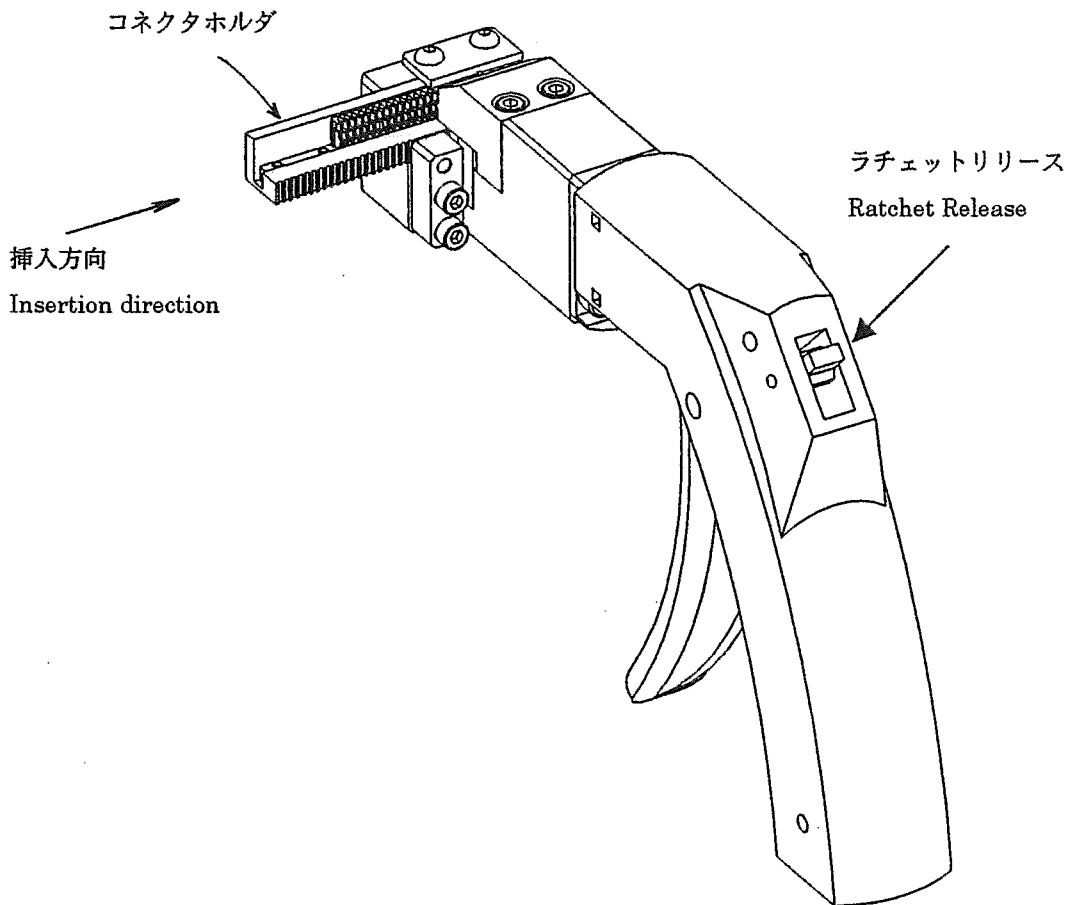

Fig.4
3) コネクタホルダをヘッドアセンブリにセットして下さい。Fig.4 矢印方向に差し込み、ワイヤセット溝とコネクタの右端が一致するまで送って下さい。送りすぎた場合は矢印方向に一度抜いてから差し込み直して下さい。
3) Set the connector holder to the head assy. Insert the holder arrow direction in Fig.4 until the 1st wire slot of connector comes the wire setting groove. When the holder passes through correct position, remove the holder by pushing toward arrow direction and insert again.